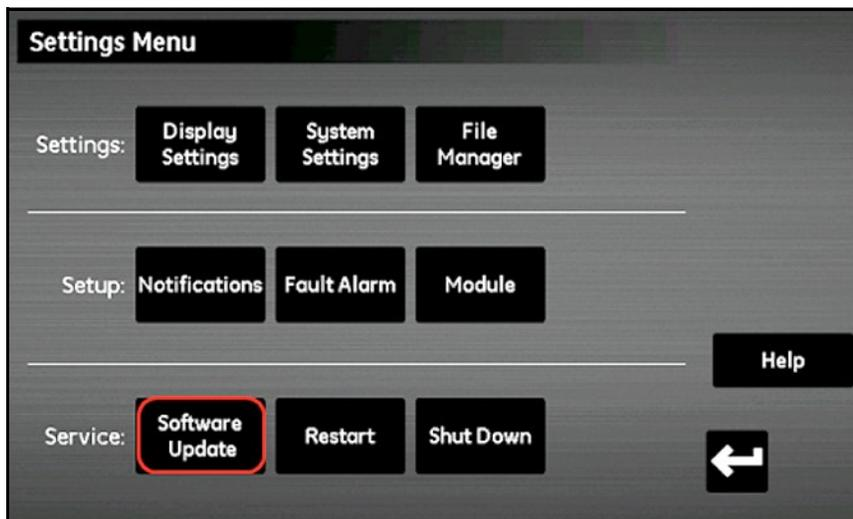

Рис. 87: Обновление программного обеспечения
- В разделе **Service** (Сервис) (см. Рис. 87 ниже) выберите опцию **Software Update** (Обновление ПО). Если кнопка **Software Update** (Обновление ПО) недоступна, убедитесь, что флеш-накопитель USB плотно вставлен в разъем USB.